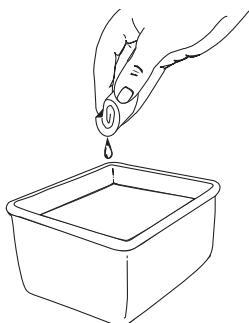

Fig. 20
1. Ouvrez le couvercle du filtre à air. Enfoncez la languette située à gauche du couvercle, tirez celui-ci vers vous pour le dégager du boîtier du filtre à air (Fig. 20).
3. Lavez le filtre dans un mélange d'eau et de détergent (Fig. 20). Rincez le filtre abondamment et laissez-le sécher.
8. Pivotez le couvercle vers la droite jusqu'à ce que la languette du couvercle du filtre s'enfonce d'un déclic dans la fente sur le côté droit du boîtier du filtre (Fig. 20).